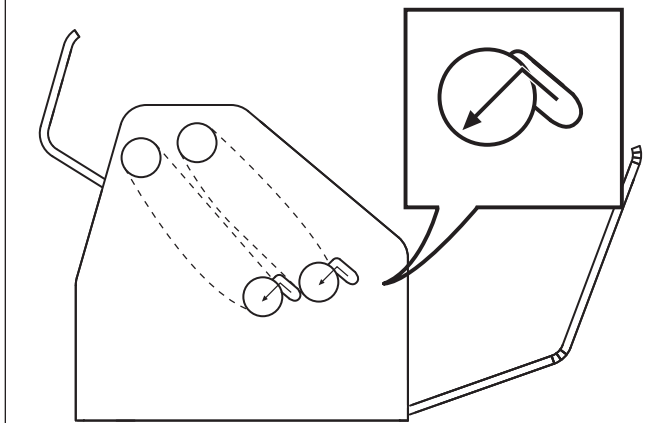

Figure 10. Desserrage des courroies à bande
6. Se reporter à la figure 10. Pousser vers le haut puis baisser les rouleaux inférieurs avant et arrière jusqu'à ce qu'ils se verrouillent en place. Cela enlèvera la tension des deux courroies à bande.
2. S'assurer que les deux rouleaux inférieurs sont verrouillés dans la position supérieure (figure 10).